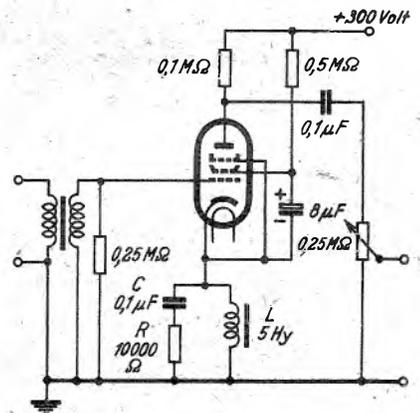

Abb. 1. Vorverstärker mit Tiefenanhebung
Der in Abb. 1 gezeigte Vorverstärker ist zwar in erster Linie für dynamische Tonabnehmer mit Schwingspule gedacht und soll die Abnahme der Ausgangsspannung dieser Tonabnehmerart nach tieferen Frequenzen zu ausgleichen, dürfte aber wegen der Form seines Frequenzganges und der Möglichkeit, diesen Frequenzgang in weiten Grenzen zu beeinflussen, auch in vielen anderen Fällen gute Dienste leisten und interessant genug sein, um hier kurz beschrieben zu werden. Die Tiefenanhebung erfolgt durch frequenzabhängige Gegenkopplung einer möglichst steilen Pentode; der frequenzabhängige Kathodenwiderstand der Pentode besteht aus einer Niederfrequenzdrossel, der ein Kondensator in Reihe mit einem Widerstand parallel geschaltet ist. Werden die Drossel L, der Kondensator C und der ohmsche Widerstand R so gewählt, daß für eine bestimmte
quenzgang wurde für $f_T = 300$ Hz und $R = 10\,000$ Ohm mit entsprechenden Werten für L und C berechnet. Man kann den Knick der Frequenzkurve in jeden beliebigen Punkt legen und muß nur darauf achten, daß für diese Frequenz, wo die Tiefenanhebung beginnen soll, die Beziehungen (1) und (2) erfüllt sind. In dem Schaltbild Abb. 1 sind die